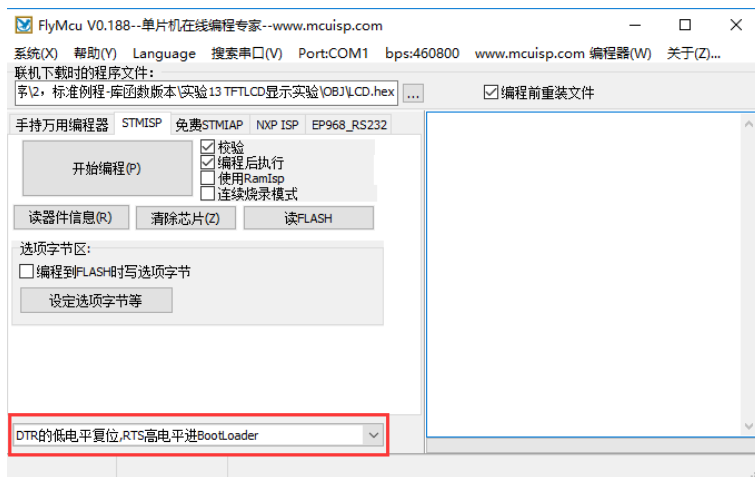

图 Q3.1 Flymcu 设置
- 1, Flymcu 软件的 DTR,RTS 设置错了。正确的设置是：DTR 的低电平复位，RTS 的高电平进入 Bootloader，如图 Q3.1 所示：